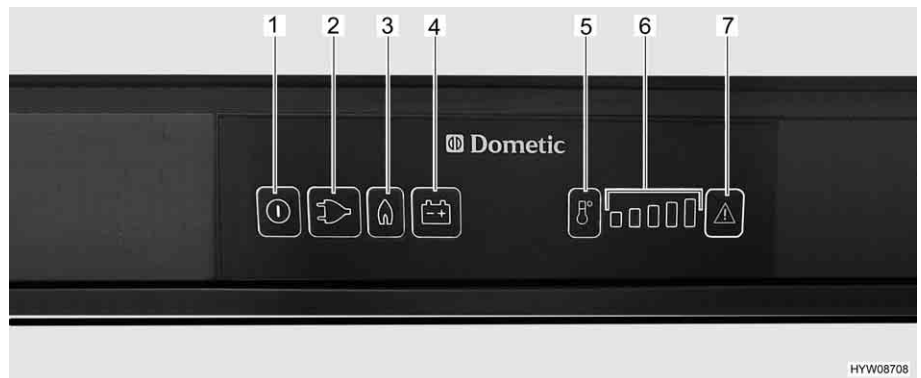

Bild 226 Reglage, knappar för kylskåpet (Dometic 8-serie med MES)
- Tryck på på/av-knappen (Bild 226,1) i cirka 2 sekunder. Kylskåpet slår på sig. Knappen för senast valda driftläge tänds.
- Tryck eventuellt på knappen för driftläge "Gas" (Bild 226,3). Knappen tänds. Nu är gastillförseln öppen. Tändning sker automatiskt. Ett tickande ljud hörs tills tändningsproceduren är klar.
- Ställ in kyltemperaturen med knappen temperaturstegsval (Bild 226,5).
- Tryck eventuellt på knappen för driftläge "230 V" (Bild 226,2). Knappen tänds.
- Tryck eventuellt på knappen för driftläge "12 V" (Bild 226,4). Knappen tänds.